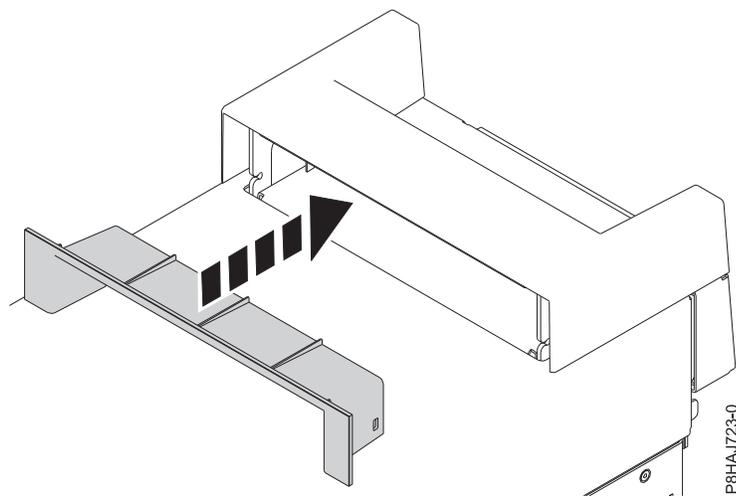

Figura 24. Inserindo a peça dentro da tampa da alça em um sistema 8286-41A independente
2. Insira a peça dentro da tampa da alça empurrando-a firmemente para a tampa da alça, conforme mostrado em Figura 24.